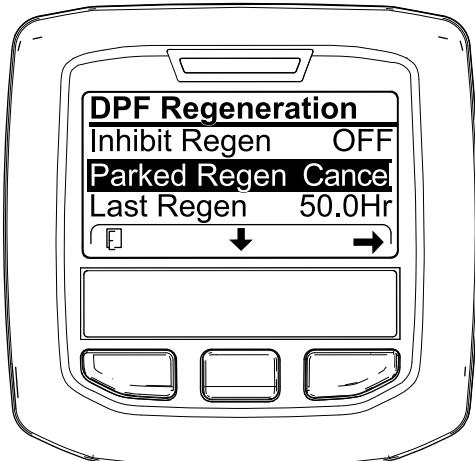
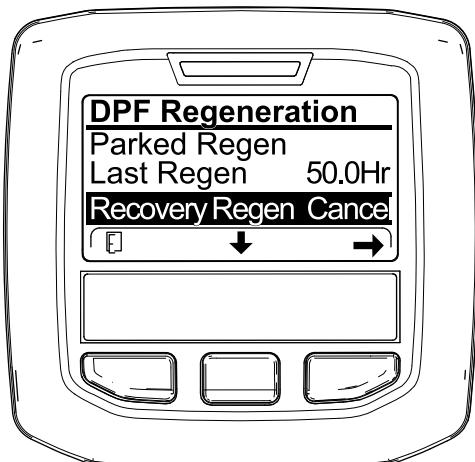

Рисунок 71
Рисунок 72
- Перейдите к меню регенерации DPF (Рисунок 71).
- Нажмите среднюю кнопку, чтобы перейти вниз к опции PARKED REGEN CANCEL (Отмена стационарной регенерации) (Рисунок 71) или к опции RECOVERY REGEN CANCEL (Отмена восстановительной регенерации) (Рисунок 72).
- Нажмите правую кнопку для выбора опции Regen Cancel (Отмена регенерации) (Рисунок 71 или Рисунок 72).